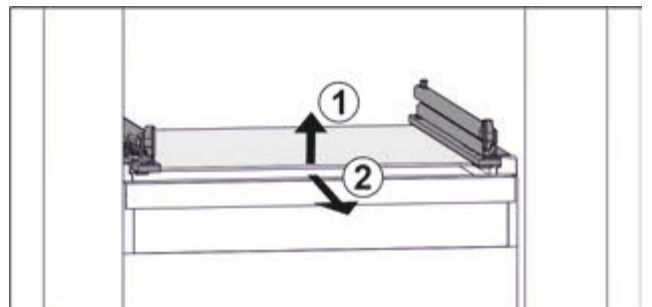

Fig. 46 Приблизне відображення скляної пластини
- ▶ Підняти скляну пластину спереду. Fig. 46 (1)
- ▶ Вийняти скляну пластину рухом вперед. Fig. 46 (2)